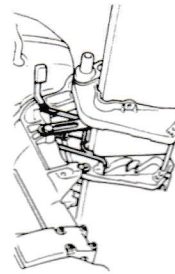

Рис. 26. Последовательность подъема мотора (3)
- 3) Взяться руками за воздухозаборник, расположенный сзади в верхней части шумоизолирующего кожуха, поднять мотор в самое высокое положение, после чего плавно опустить мотор на крепление до фиксации опорной рамы под действием силы сжатия пружины (См. Рис. 26).